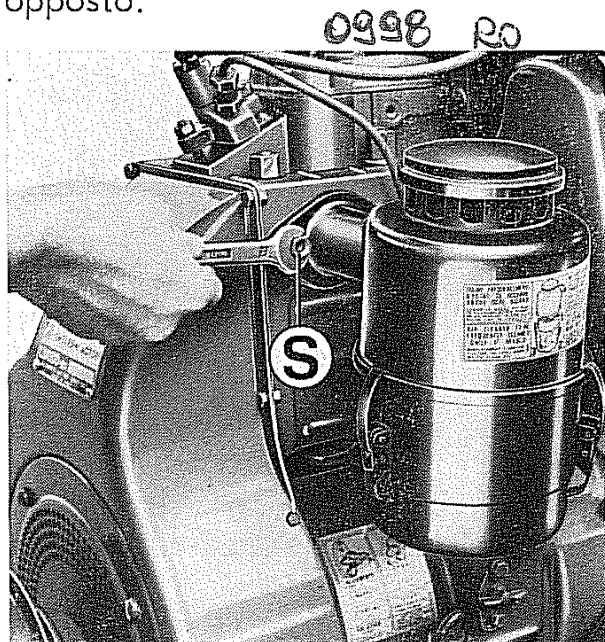

Fig. 59
- Separare il filtro dell'aria svitando i due dadi **S** (fig. 59).